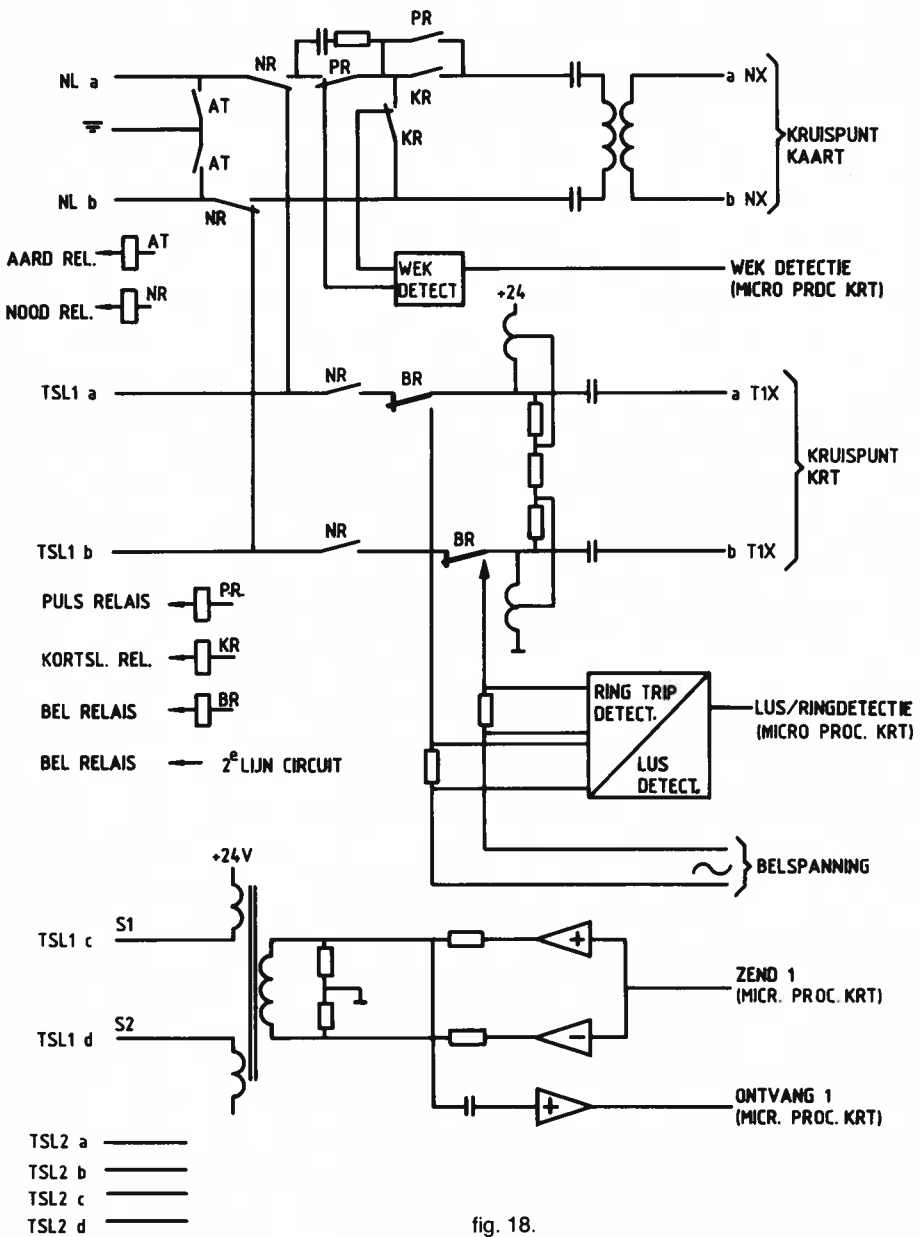

fig. 18.
In fig. 18 is het blokschema van de lijn-interfacekaart afgebeeld met de diverse circuits.
Het noodrelais (NR) is in normaal bedrijf op. Bij noodbedrijf valt het relais af en komt de installatie te staan zoals in fig. 18 is aangegeven. De externe lijn wordt rechtstreeks naar het eerste toestel van de lijn-interfacekaart geschakeld.
Als een toestel moet bellen wordt het betreffende belrelais (BR) vanuit de microprocessor aangestuurd. (Zie fig. 18.)